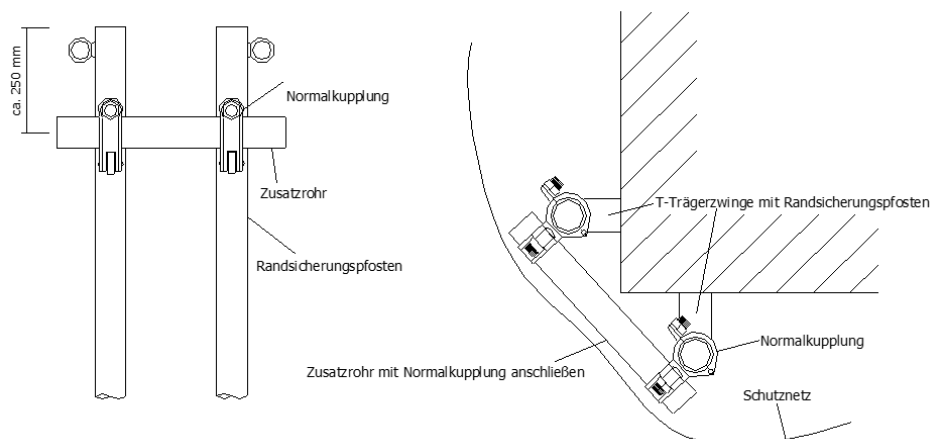

Abbildung 5: Beispiel Aussteifung im Endfeld bzw. Eckausbildung
- **2.3.7** An Gebäudeecken oder beim Endfeld des Randsicherungssystems müssen durch zusätzliche Maßnahmen Aussteifungen erstellt werden. Hierzu ist unter Umständen Rücksprache mit dem Hersteller zu nehmen. Beispielhaft könnte eine Aussteifung mittels Gerüstrohren und Normalkupplungen ausgeführt werden (siehe Abbildung 5).